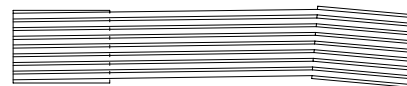

Figura 3.9 - Correcto alineamiento de las poleas.
**FUNCIONAMIENTO:** Deben ser evitados los esfuerzos radiales desnecesarios en los cojinetes, situando los ejes paralelos entre sí y las poleas perfectamente alineadas (figura 3.9).